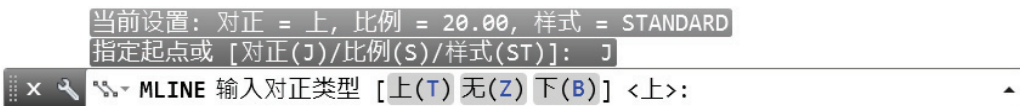

图 2-36 设置多线的对正类型
知识点拨: 在执行“多线”命令的过程中，可以对多线的“对正”和“比例”进行修改。“对正”类型有“上 (T)”“无 (Z)”和“下 (B)”，如图 2-36 所示。当选择对正类型为“上 (T)”时，则上端对正，即在光标下方绘制多线，如图 2-37a 所示；当选择对正类型为“无 (Z)”时，将以光标作为原点绘制多线，如图 2-37b 所示，当选择对正类型为“下 (B)”时，则下端对正，即在光标的上方绘制多线，如图 2-37c 所示。